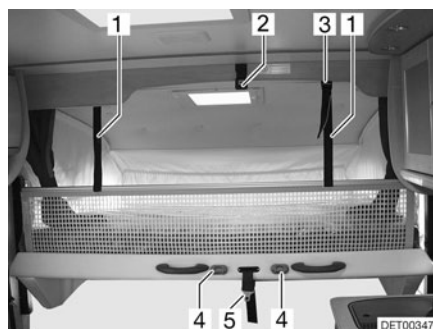

Fig. 79 Cama elevada
- Soltar el cinturón de retención (Fig. 79,5) del techo (Fig. 79,2).
- Asegurar la cama elevada con el cinturón de retención (Fig. 79,5) al techo (Fig. 79,2).
- Enganchar la escalera de ascenso a las grapas (Fig. 79,4) de la cama elevada con los dos ganchos.
- Engatillar las cintas de sujeción (Fig. 79,1) en los soportes (Fig. 79,3) en el techo.